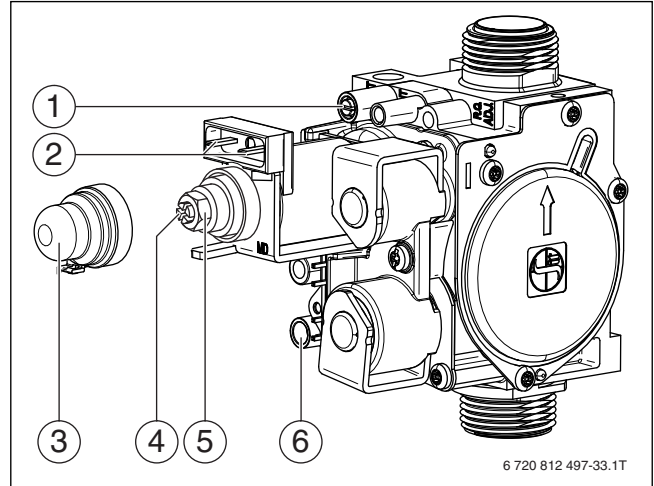

Рис. 24 Газовая арматура
- ▶ Отверните запорный винт штуцера измерения давления на форсунках (→ рис. 24, [1]) и подсоедините U-образный манометр.
- ▶ Снимите крышку (→ рис. 24, [3]).
- ▶ Настройка максимального давления на форсунках: Установите давление на форсунках регулировочным винтом максимального расхода газа (→ рис. 24, [5]) (при этом удерживайте регулировочный винт минимального расхода газа). Поворот направо - больше газа, поворот налево - меньше газа.
- ▶ Отсоедините один из проводов катушки модуляции (→ рис. 24, [2]).
- ▶ Настройка минимального давления на форсунках. Установите давление на форсунках регулировочным винтом минимального расхода газа (→ рис. 24, [4]) (при этом удерживайте регулировочный винт максимального расхода газа).